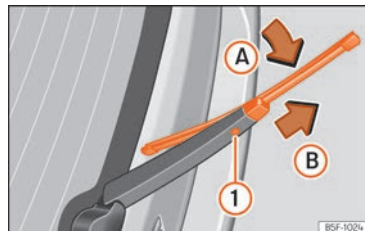

Fig. 152 Înlocuirea lamei ștergătorului lunetei
- Rotiți ușor lamela » fig. 152 (săgeata A).
- Mențineți apăsat butonul de deblocare ① în timp ce trageți ușor de lamă în sensul săgeții B.
- Introduceți o lamă nouă **de aceeași lungime și același tip** în brațul ștergătorului spate, în direcția opusă indicată de săgeata B până când butonul ① se fixează pe poziție.